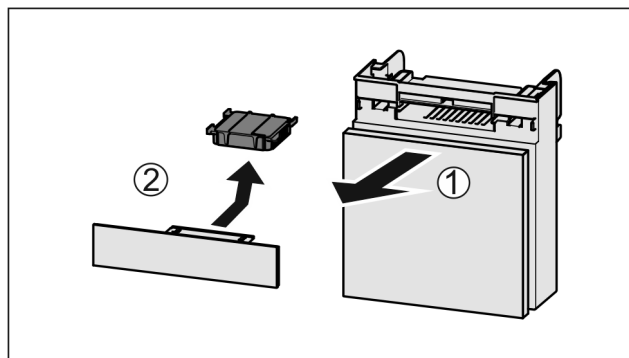

Fig. 225
- Vytiahnite zásuvku smerom dopredu Fig. 225 (1).
- Vyberte aktívny uhlíkový filter Fig. 225 (2).